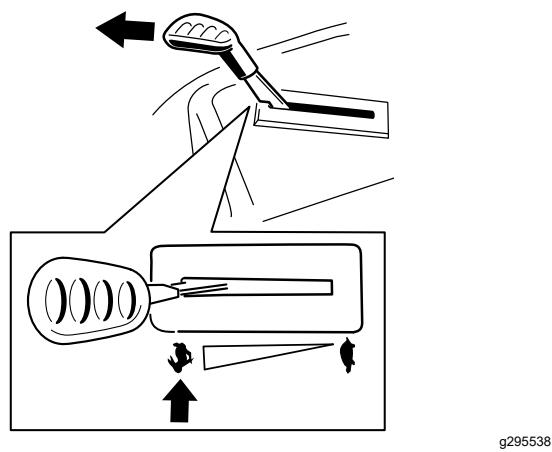

Figure 17
**Remarque:** Engagez toujours les lames en plaçant la commande d'accélérateur à la position HAUT RÉGIME (Figure 17).